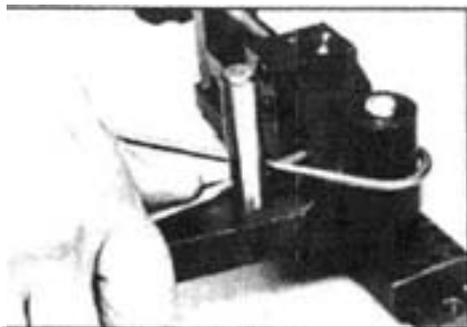

Figure 6
2. Pour les boucles et les rouleaux, vous devez soulever légèrement le matériau au troisième cintrage pour le laisser monter au-dessus du matériau déjà cintré représenté à la Figure 6.